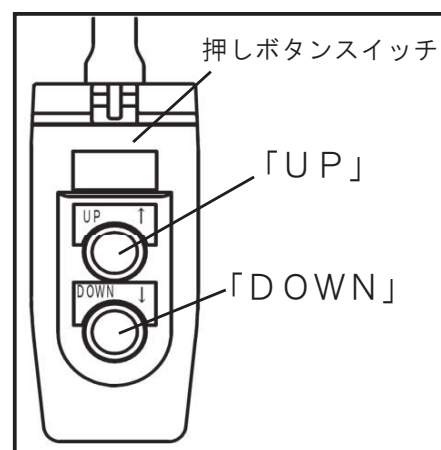

図4
- 1 リモコンコードの押しボタンスイッチの「UP」を押している間、モータが回転し工具に作動油が送られ、ピストンが上昇します。(図4)
リモコンコードの押しボタンスイッチの「DOWN」を押している間、ピストンが下降します。(図4)